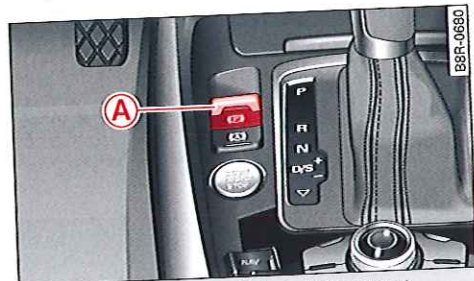

Fig. 105 Console centrale : frein de stationnement
- Tirez la touche **A** ⇒ fig. 105 pour serrer le frein de stationnement. Le témoin **P** intégré dans la touche et le témoin à l'écran du combiné d'instruments s'allument.
- Tirez la touche **A** ⇒ page 92, fig. 105 pour serrer le frein de stationnement.